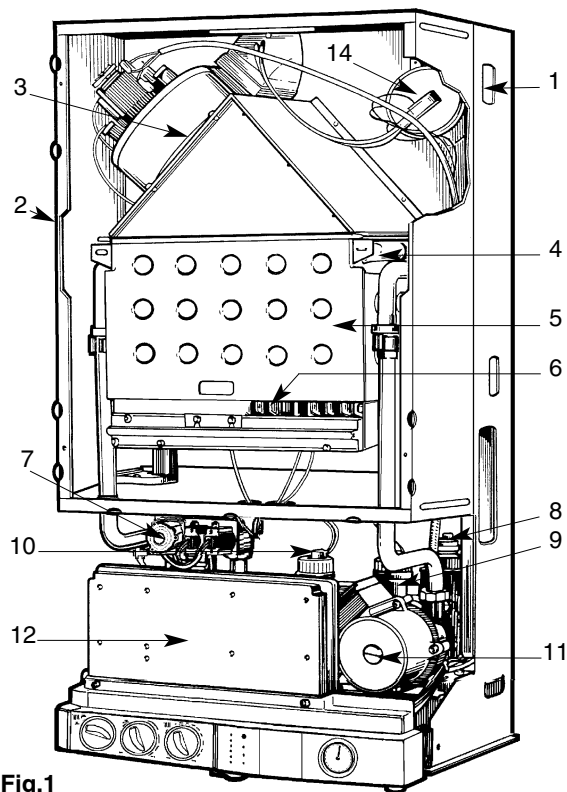

Fig.1
- 14. - Pressostat de contrôle d'évacuation des produits de combustion (fig. 1, page 4)